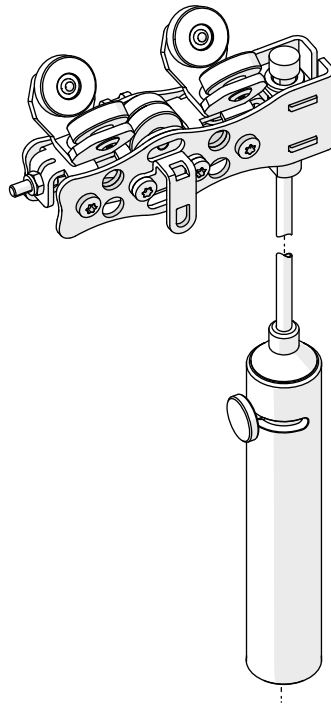

Abb. 55: Abgeschlossener Umbau zu OFFICE Zugwagen mit Rastbremse
- ü Der Zugwagen ist fertig montiert (siehe Abb. 55). Die Magnetplatte bzw. Magnetgegenplatte wird nach dem Aufhängen der Außenlagen befestigt (siehe auch *Kapitel 5.6.2 Außenlagen an OFFICE-Zugwagen* [► S. 69]).